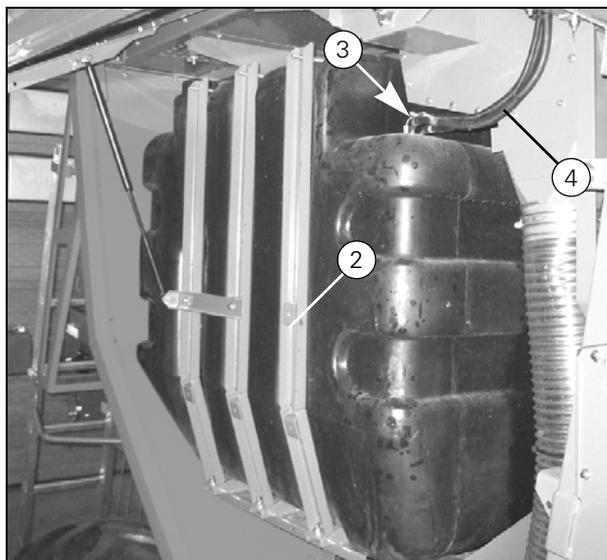

Рисунок 41
На (Рис. 41) показан топливный бак машины с 5-клавишным соломотрясом.
2. Снимите несущую раму (Рис. 41).